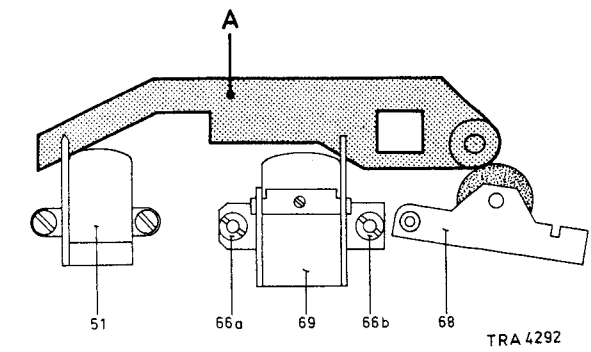

Fig. 4
Einstellen des A/W-Kopfes 69 (siehe Abb. 4)
- Benutze für diese Einstellung eine Sonderlehre; siehe A in Abb. 4 (4822 402 60245).